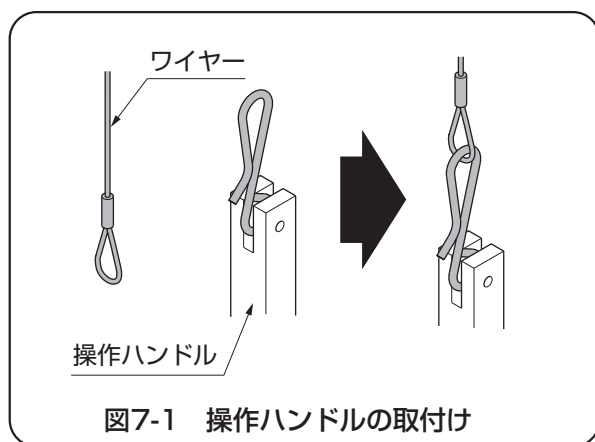

図7-1 操作ハンドルの取付け
- ①ガイドレール上方からぶらさがっているワイヤーに操作ハンドルを引っ掛けてください。(図7-1 参照)